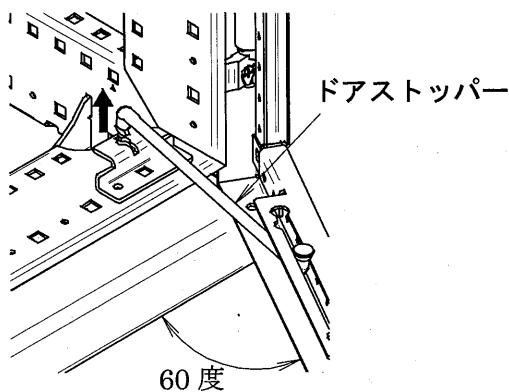

図1 ドアストッパーの外し方
- (1) 扉の開角度を約 60 度に保ち、ドアストッパーをフレーム側から外す。(図 1)